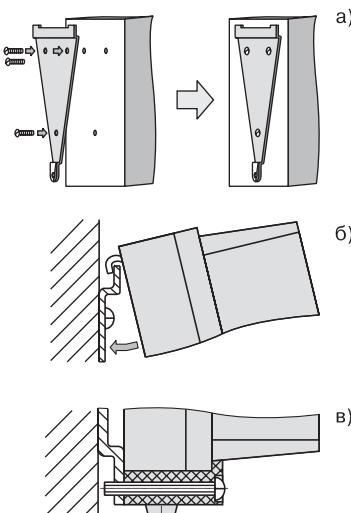

Рис. 10. Установка прибора настенного крепления
1. Закрепите кронштейн тремя винтами M4 на поверхности, предназначенной для установки прибора (см. прил. А и рис. 10, а).
2. Зацепите крепежный уголок на задней стенке прибора за верхнюю кромку кронштейна (рис. 10, б).
3. Прикрепите прибор к кронштейну винтом M4x35 из комплекта поставки (рис. 10, в).